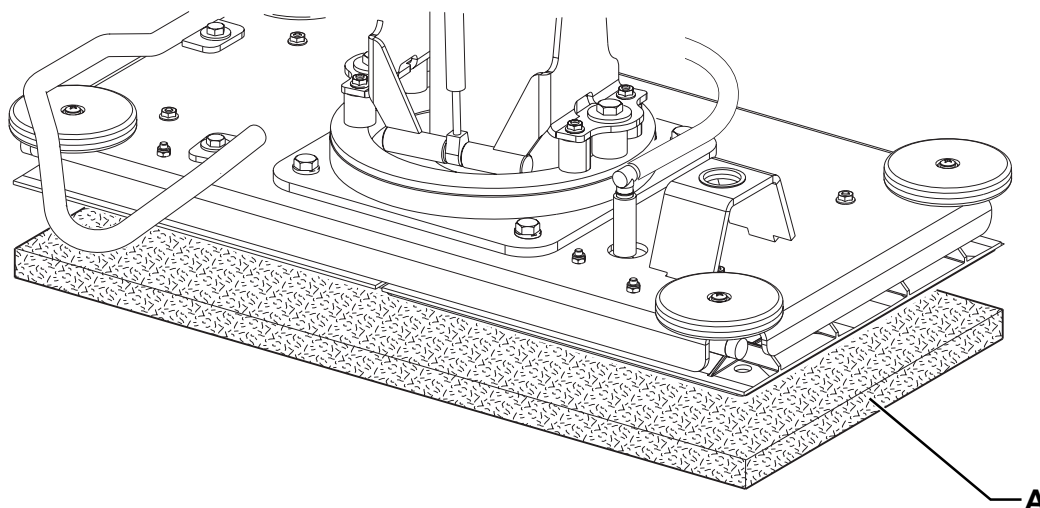

Figure 3
1. Introduire la clé de contact (58) et la tourner sur "I".
*Avant d'actionner l'interrupteur (63), contrôler qu'il n'y a pas de corps étrangers entre la tête (28) et la machine qui peuvent faire barrage au soulèvement de la tête.*
2. Soulever la tête en appuyant sur l'interrupteur (63).
3. Tourner la clé de contact (58) sur "0" et l'enlever.
4. Installer le disque (A, Fig. 3) de façon qu'il fasse prise avec la plaque de la tête BOOST®.